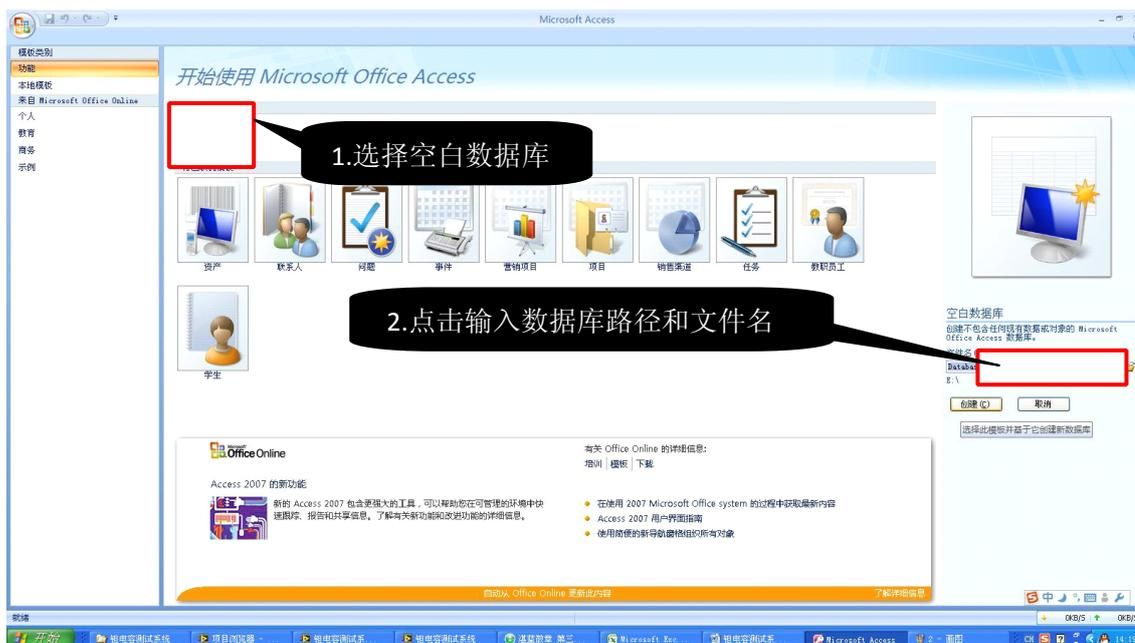
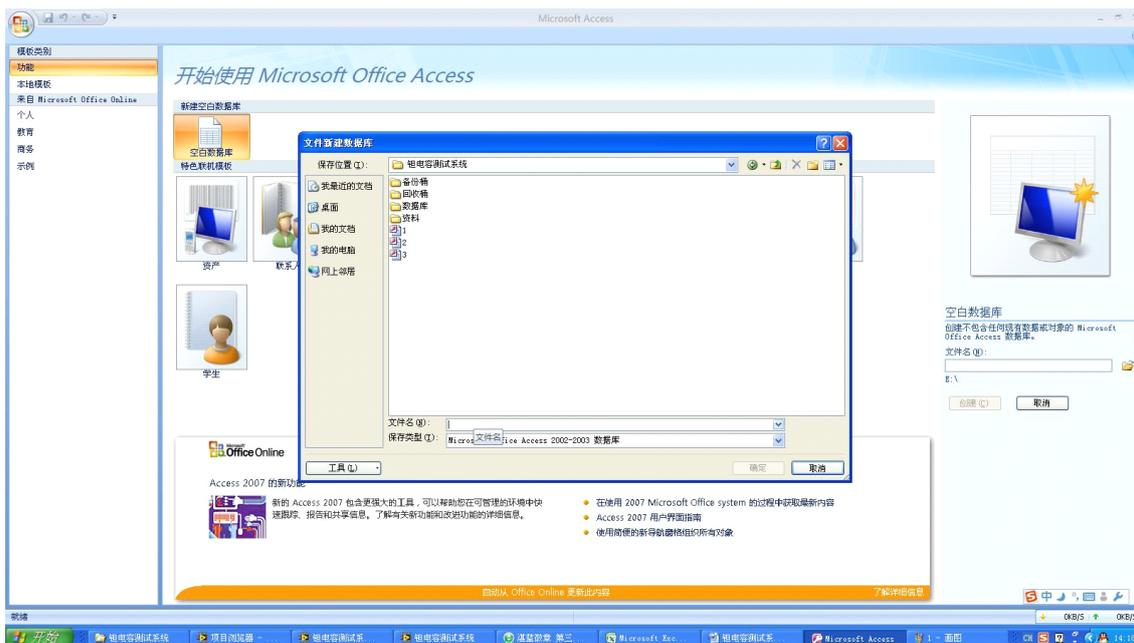
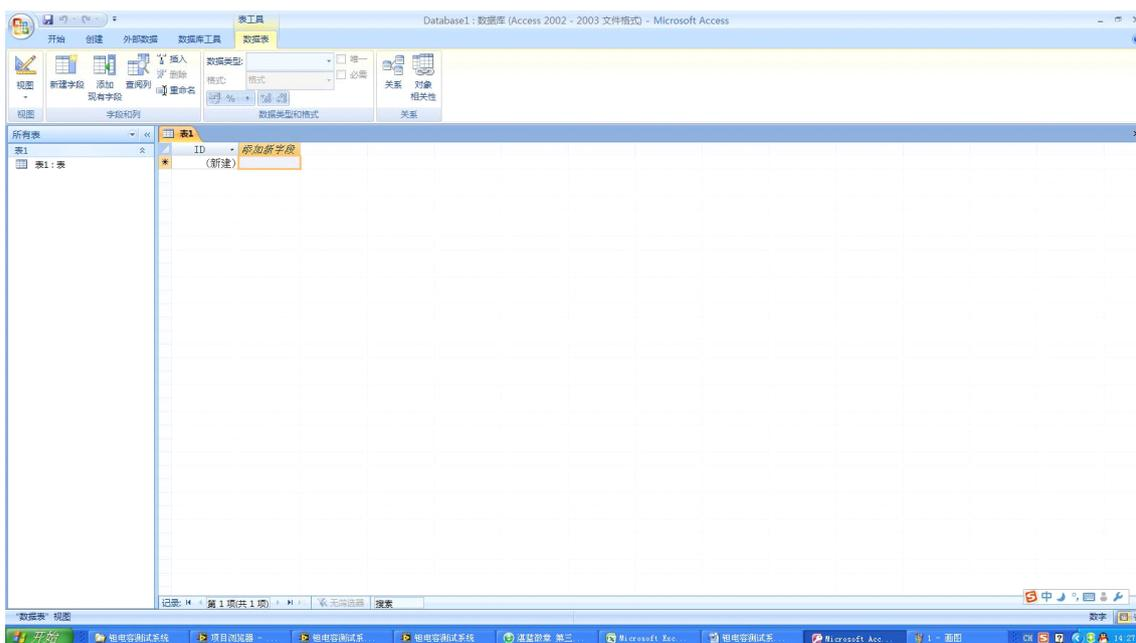

图9 创建空白数据库
图10 路径浏览窗口
图11 成功创建一个空白数据库
- (1) 首先运行 Microsoft Office Access，选择新建空白数据库，如图 9 所示：
(2) 然后单击图 9 中的 2，进入路径浏览窗口，如图 10 所示：
(3) 返回到图 9 中，点击创建按钮。至此，便成功创建了一个空白数据库了。如图 11 所示：创建完后，关闭该空白数据库。